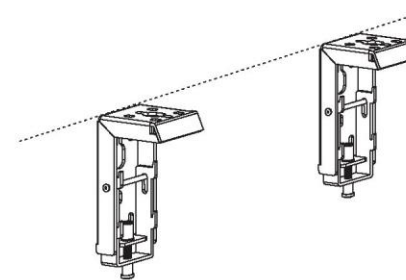

Рисунок 1
2. Установите кронштейны на стену, убедившись, что они расположены горизонтально (Совет: проведите карандашом линию уровня при монтаже кронштейнов) (рис. 1). См. рисунок ниже: